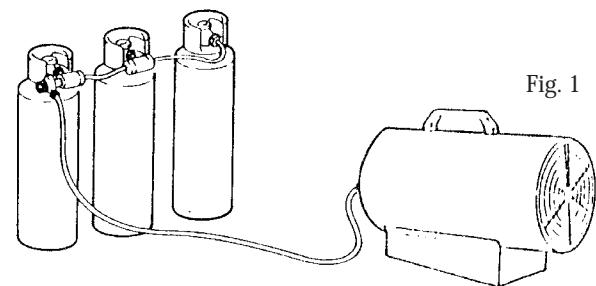

Fig. 1
- Indien het toestel langdurig met maximaal vermogen wordt gebruikt, is het raadzaam dereservoirs parallel op te stellen (Afb. 1)
- Hvis generatoren kører gennem lang tid på maksimal effekt, kan der dannes is på flaskernes yderside på grund af høj gasfordampning. Dette vil samtidigt reducere ydelsen. Selv om der ikke opstår frost, kan anvendelse af en for lille flaske medføre et tryktab, der hindrer apparatets korrekte drift. Hvis apparatet skal anvendes kontinuerligt på maksimal effekt, anbefales parallel-installation af flaskerne (Fig. 1).